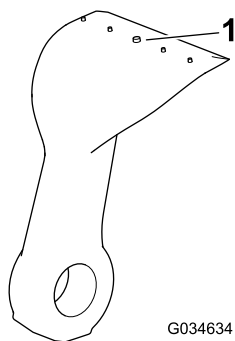

Figura 79
4. Inspeccione cada cuchilla en busca de desgaste excesivo usando la línea de desgaste (Figura 79). Si una cuchilla está desgastada hasta la línea de desgaste, cambie la cuchilla.